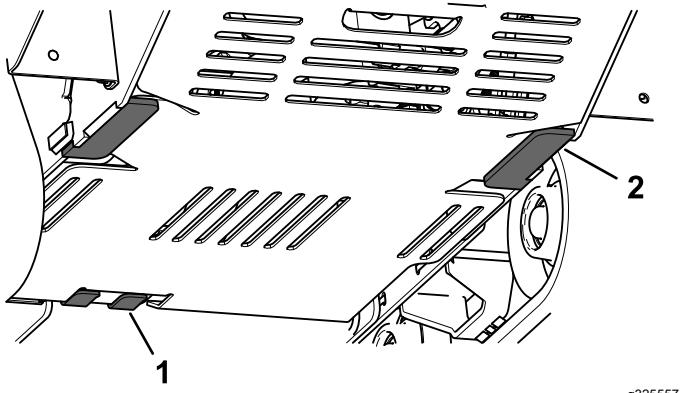

**Bild 20**
3. Lösen Sie nacheinander die 2 Schrauben, mit denen das untere Schutzblech befestigt ist, bis Sie es abnehmen können (Bild 20).